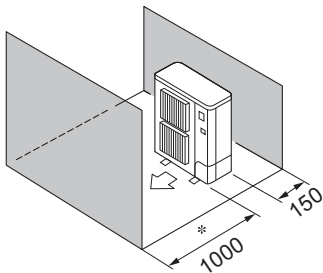

Fig. 3-9
- ⑤ Εμπόδια στην μπροστινή και την πίσω πλευρά μόνο (Fig. 3-9)